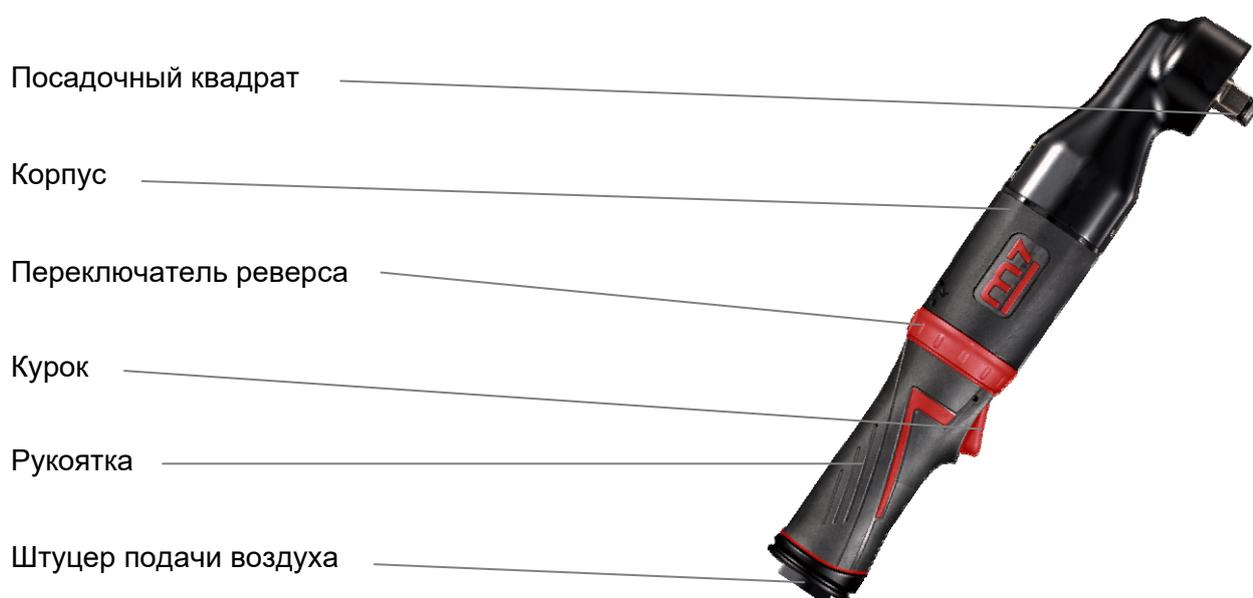

Рис. 1
- Управление трещоткой осуществляется с использованием пускового курка (Рис. 1), который находится под указательным пальцем. При нажатии на курок сжатый воздух поступает в рабочую полость двигателя и вращает ротор. Следует учесть, что после того как Вы отпустите курок вращение механизма будет осуществляться ещё несколько секунд. В целях безопасности, кладите гайковёрт после того как он полностью остановился.